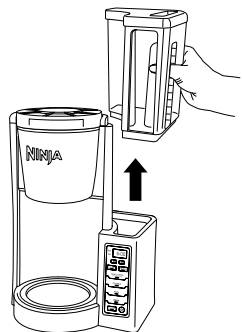
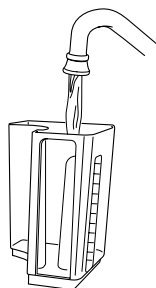

Fig. 1
Fig. 2
- 2 Retirez le réservoir d'eau de l'appareil en le tirant vers le haut (**Fig. 1**). Retirez complètement le couvercle et remplissez le réservoir d'eau au niveau souhaité (**Fig. 2**).